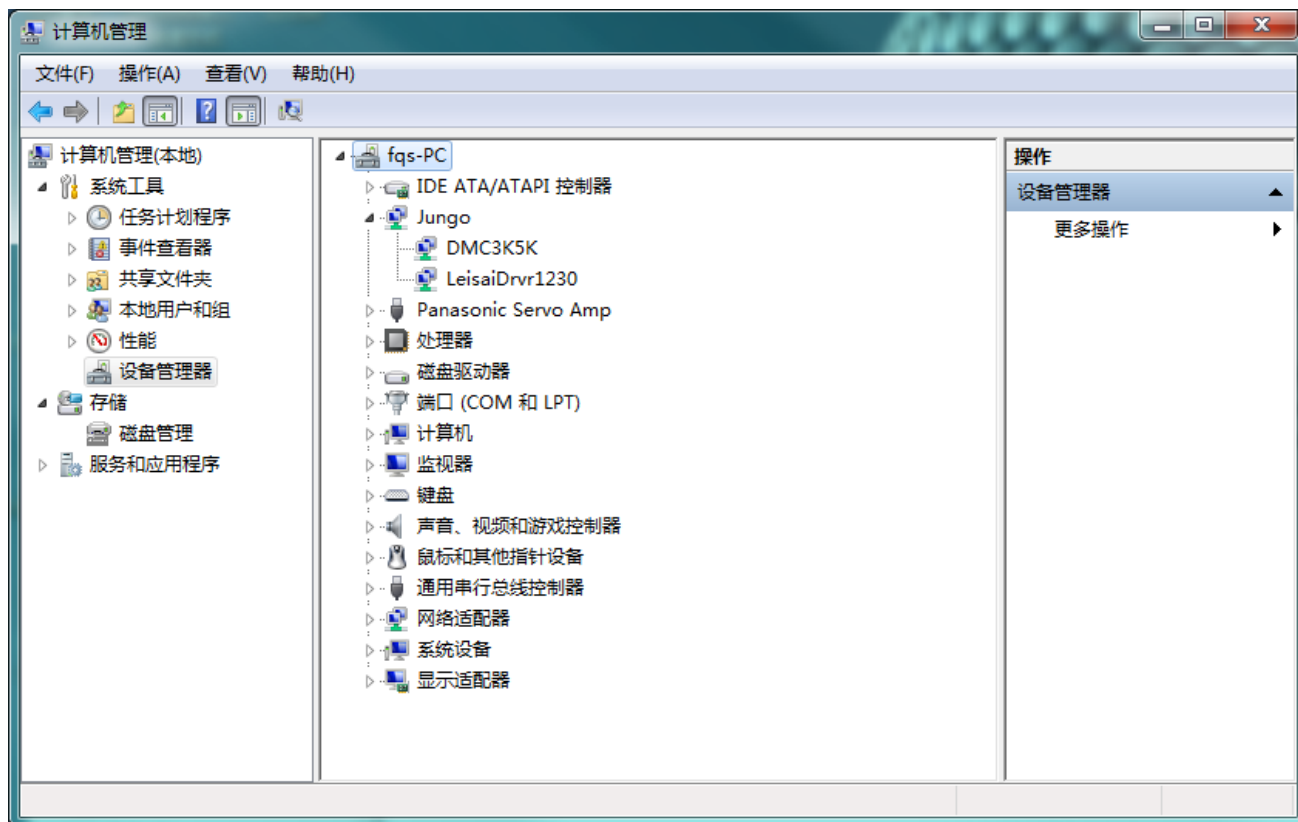

图 4.9 正确安装驱动程序后的设备信息
7、打开设备管理器，在“Jungo”选项下可以看到“DMC3K5K”和“LeisaiDrvr1230”注册信息。至此控制卡就可以正常使用了，如图 4.9 所示。